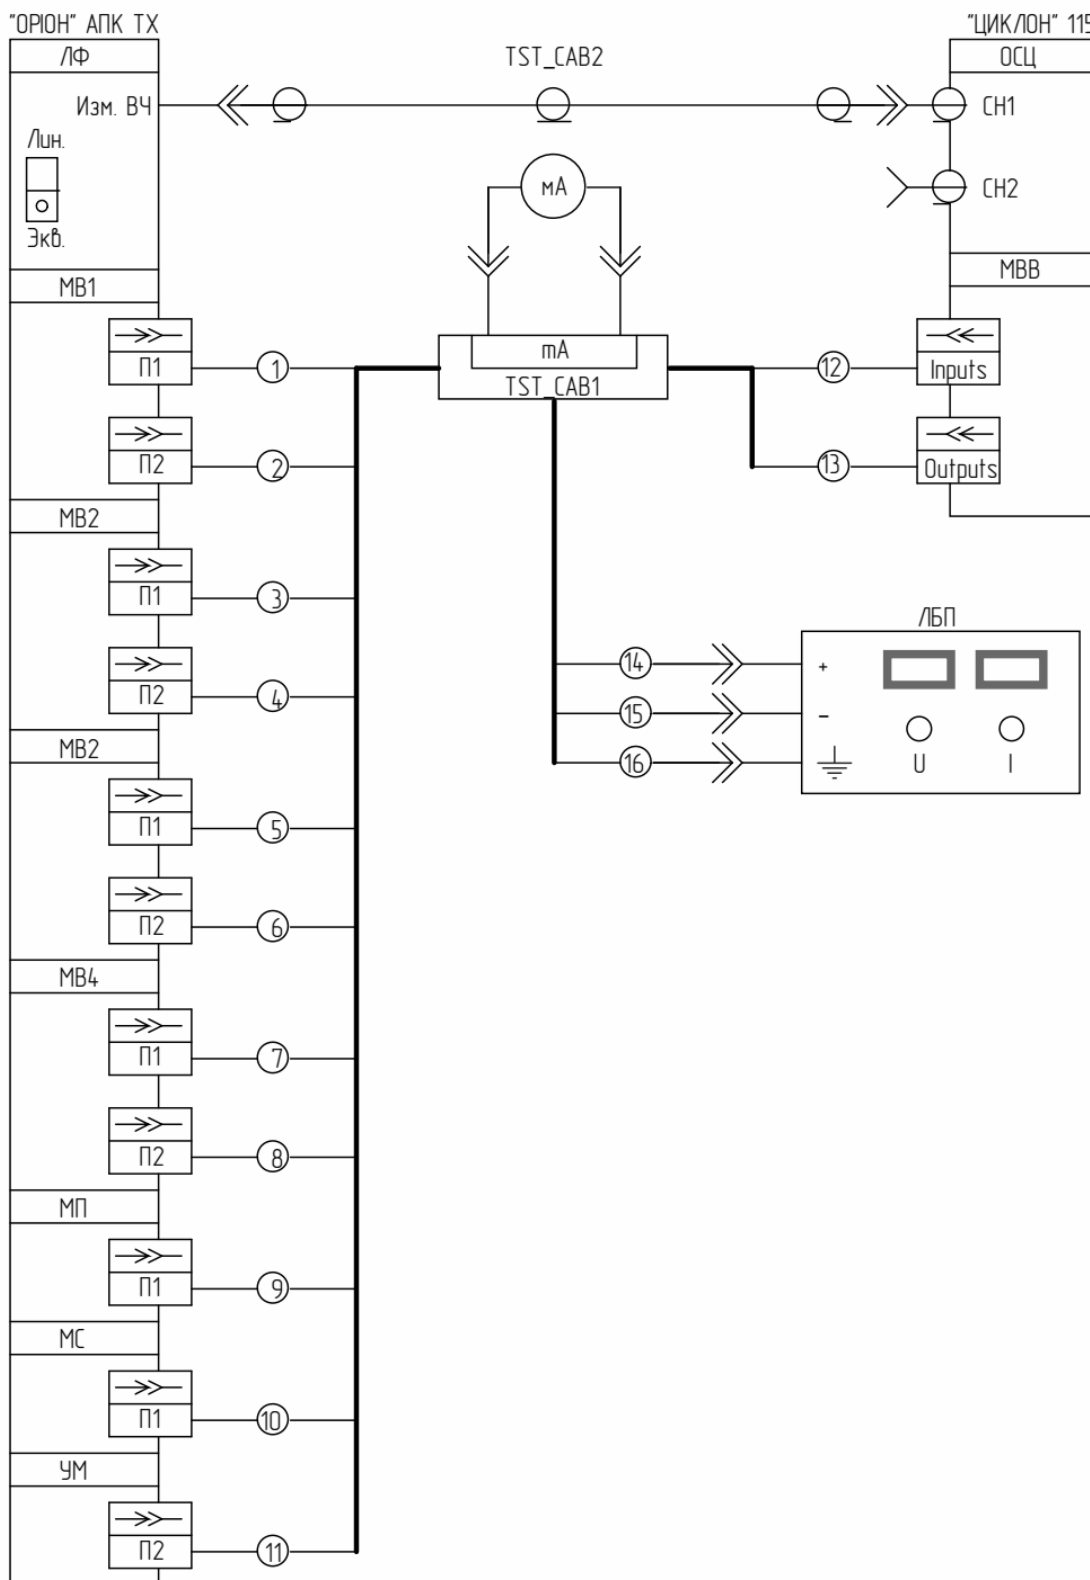

Рисунок 8.11.4 – Схема підключення
- 1) Підключити «ОРИОН» АПК ТХ до «ЦИКЛОН» 115 і ЛБП з допомогою тестових кабелів «TST\_CAB1», «TST\_CAB2» (див. рисунок 8.11.4);
- 1) Підключити «ОРИОН» АПК ТХ до «ЦИКЛОН» 115 і ЛБП з допомогою тестових кабелів «TST\_SAB1», «TST\_SAB2» (див. рисунок 8.11.4);